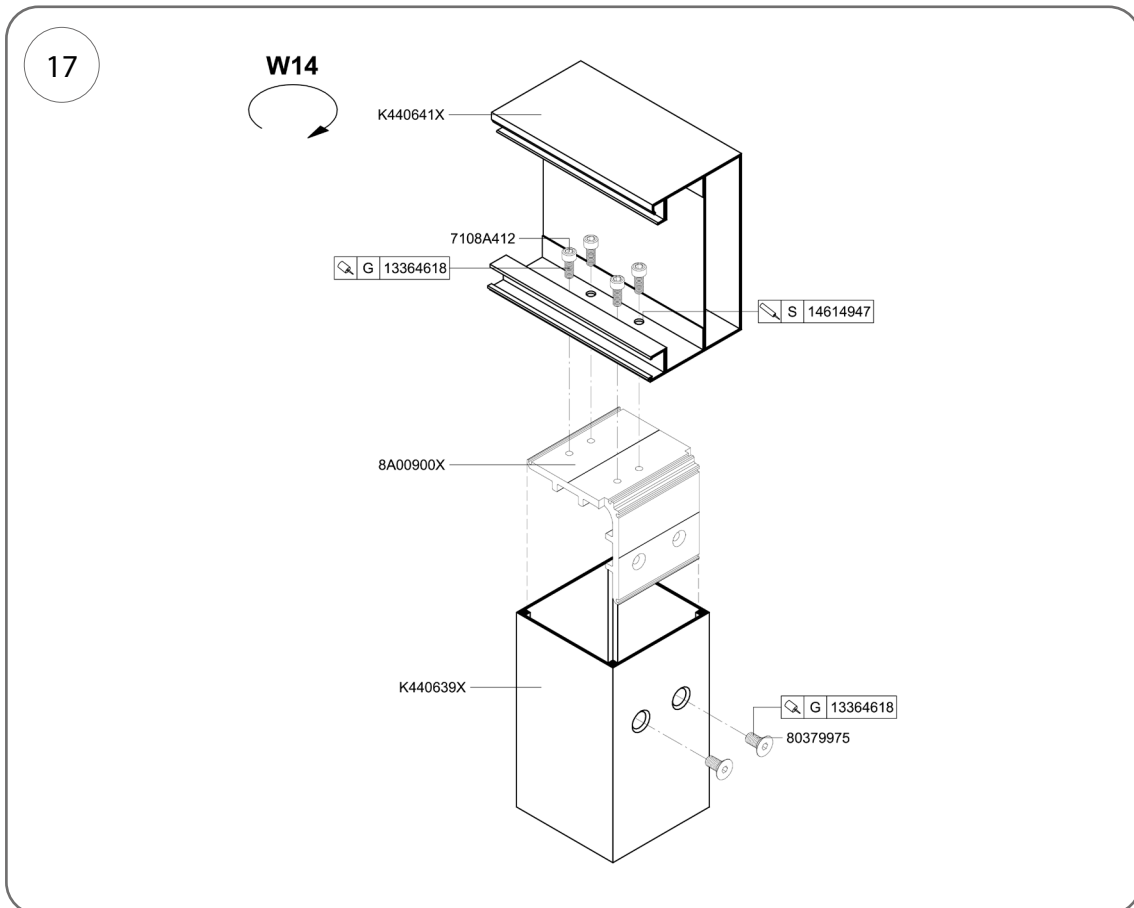
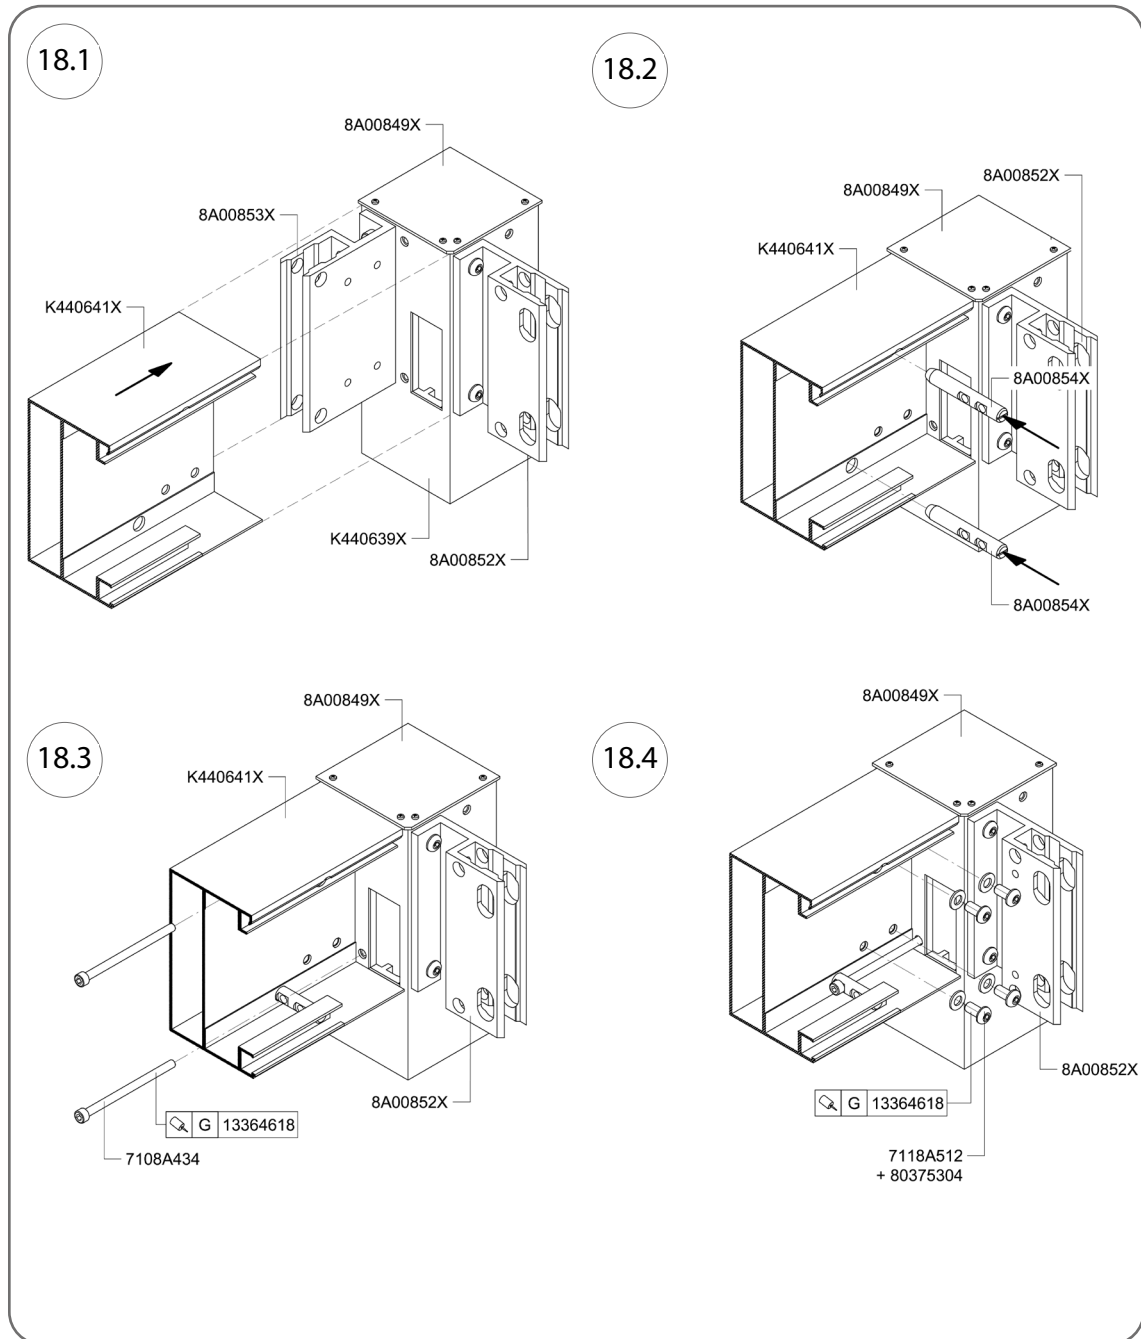

Fig. 17
Fig. 18
8. À l'aide de 4 vis Allen M8 x 20 mm, réf. 7108A412, vissez le profilé de chevron ou de panne sur le connecteur, réf. 8A00900X, monté dans le poteau (Fig. 17 et Fig. 18). Appliquez un produit d'étanchéité pour filetage, réf. 13364618, sur les vis.